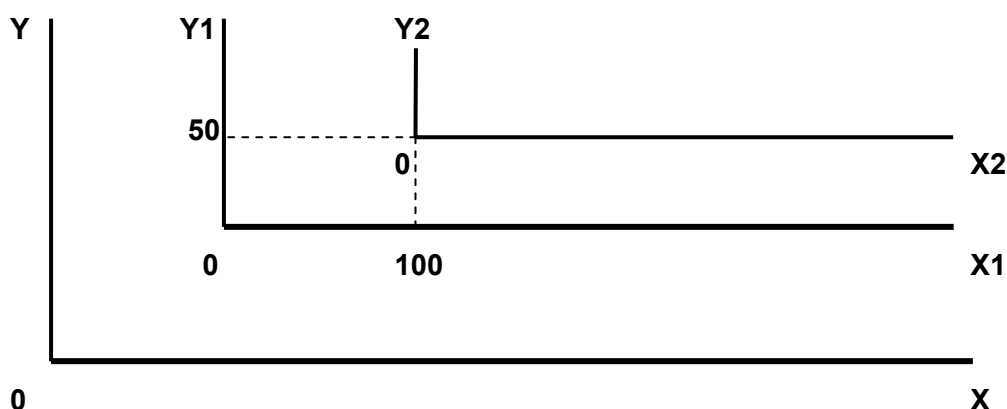

Рис. 30
- величины смещения действующей системы координат. При этом с каждым новым заданием функции G92 происходит суммирование этих смещений (рис. 30).